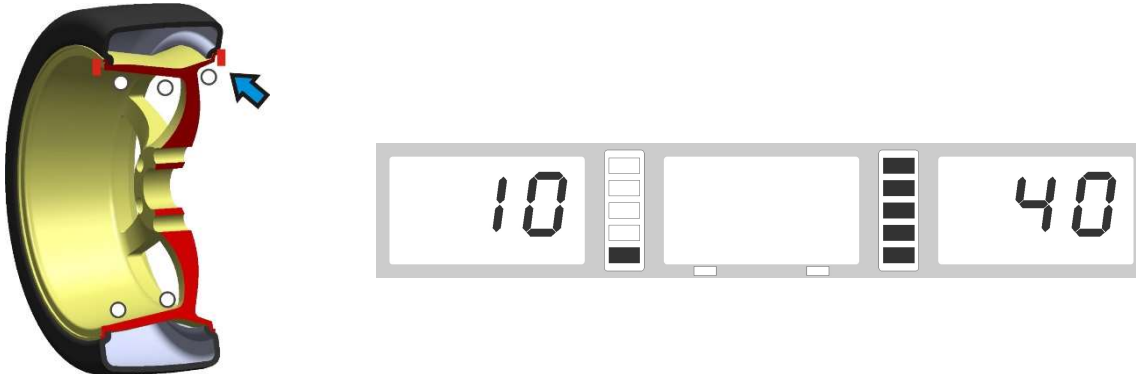

Abb. 3
- Wenn Sie das Rad langsam gegen den Uhrzeigersinn drehen, zeigt die rechte Anzeige mit voll leuchtenden LEDs die korrekte Winkelposition an, in der die Wuchtgewichte (12-Uhr-Position) außen angebracht werden müssen (siehe **Abb.3**).